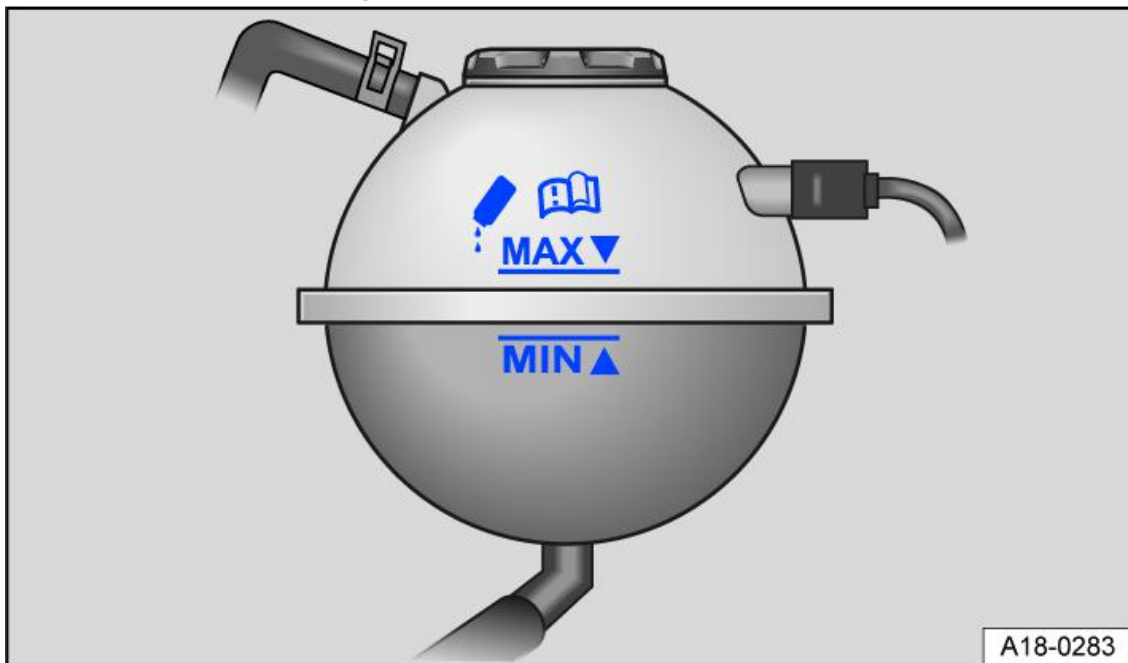

Fig. 2 Vano motore: contrassegni sul serbatoio del liquido di raffreddamento del motore (esempio)
1. A motore elettrico freddo, verificare il livello del liquido di raffreddamento, confrontandolo con i segni posti sul fianco del serbatoio → *fig. 2*. Il livello del liquido di raffreddamento deve trovarsi all'interno della zona compresa tra i contrassegni.
Dopo il rabbocco il livello del liquido di raffreddamento del motore deve trovarsi fra i segni sul serbatoio → *fig. 2*.